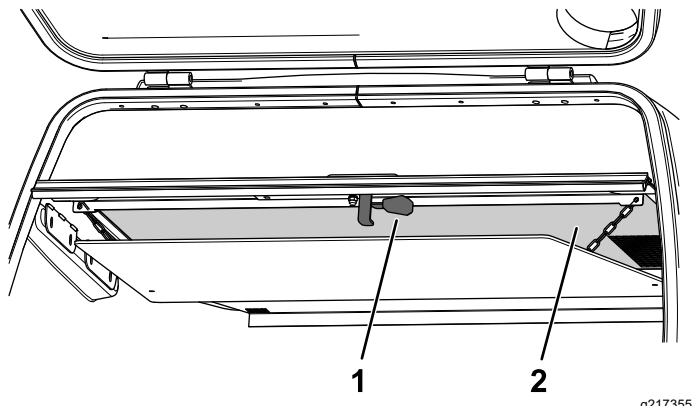

Figura 111
2. Tirate verso il basso la leva di rilascio sulla parte inferiore della griglia della tramoggia (Figura 111).